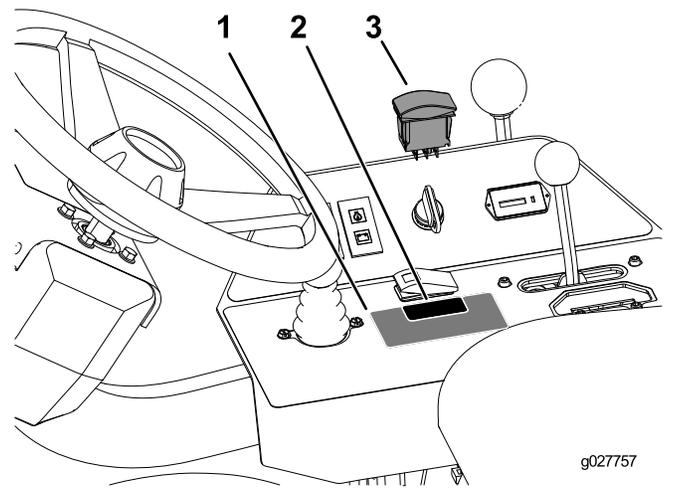

Figure 9
2. Retirez l'obturateur en plastique et insérez l'interrupteur, comme montré à la Figure 9.
3. **Modèles antérieurs à 2015 :** apposez l'autocollant sur le panneau de commande, comme montré à la Figure 9.